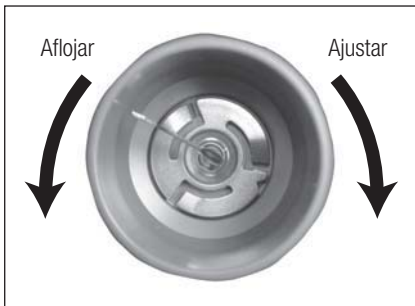

Fig. 21
- 3) Rote la llave en la dirección de apriete tal y como muestran las Fig. 21 y 22 hasta que haga un clic ya que si no seguiría girando sin agarre.
Para retirar la punta, rote la llave en la dirección de aflojamiento tal y como muestran las Fig. 21 y 22.